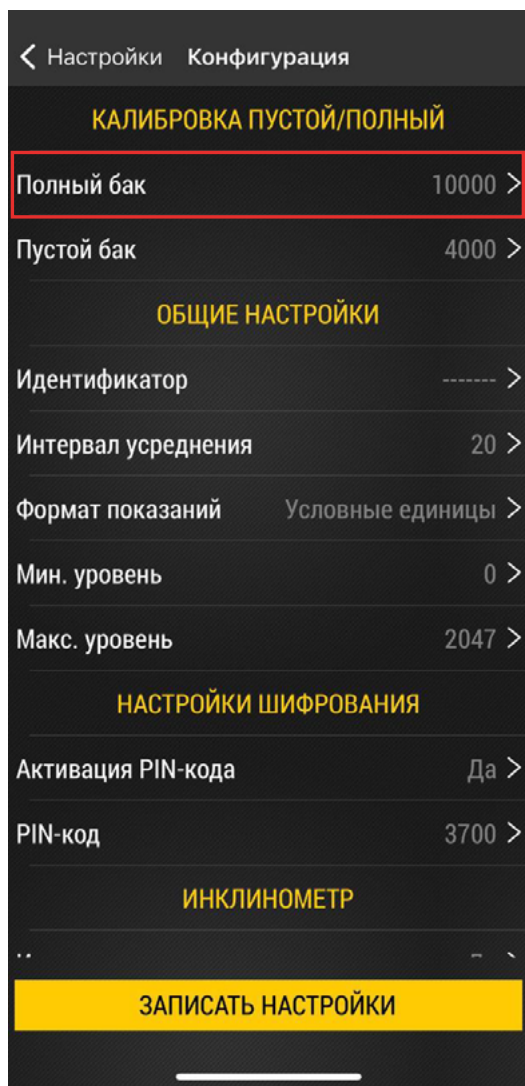

Рис.15. Меню «Конфигурация».
- Убедитесь, что датчик подключен к мобильному приложению и в меню «Конфигурация» выберите «Полный бак» (**Рис.15**).